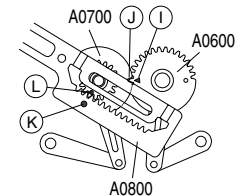

Fig. 14
- Beim Einsetzen der Fädelarme (Fig. 14) muss die Dreiecksmarkierung (I) (Pos. A0600) der Kerbe (J) (Pos. A0700) gegenüberstehen.
- Beim Einsetzen des Fädelschiebers (Pos. A0800, Fig. 14) muss das Loch (K) der runden Markierung (L) des Fädelschiebers (Pos. A0700) gegenüberstehen.
- Sicherungsscheibe (Pos. A0900, Fig. 14) anbringen.